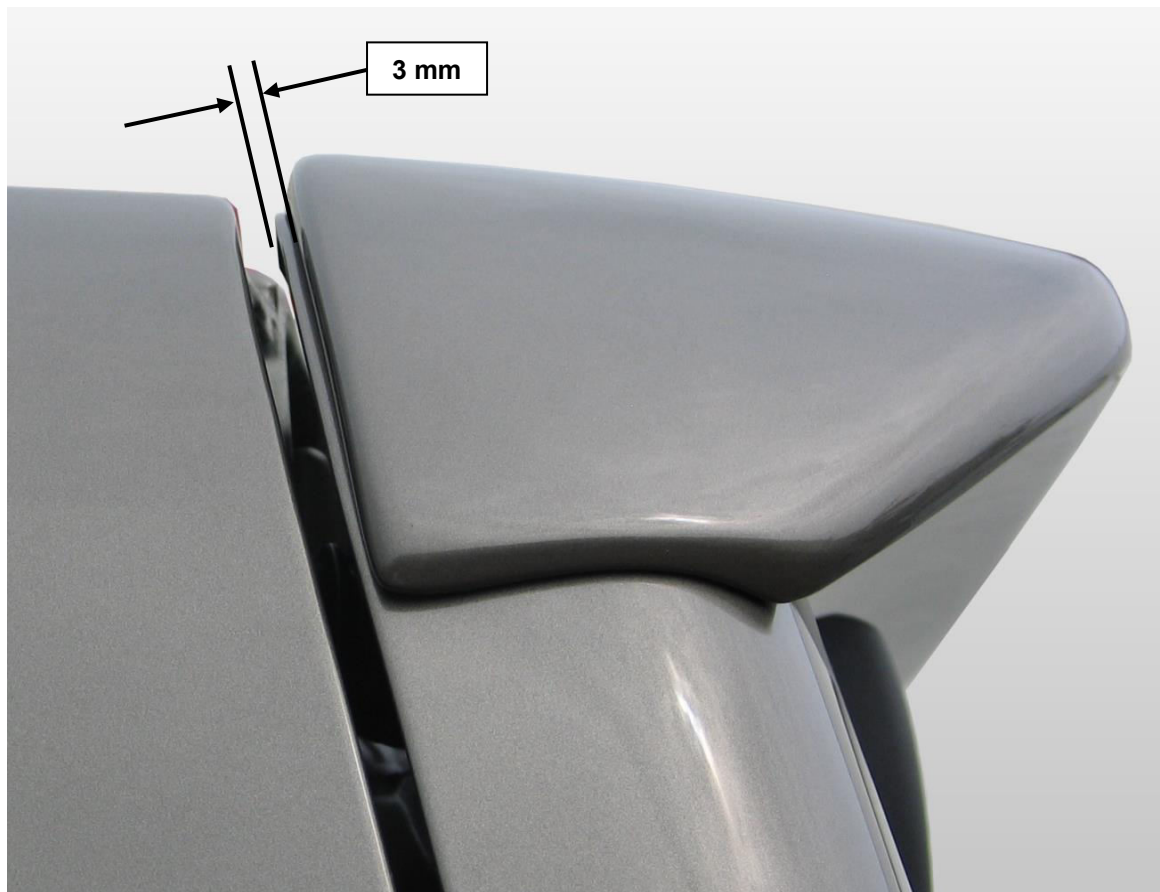

fig. 1
5. Spoiler auf die Heckklappe legen. **Achtung:** der Spoiler darf das Fahrzeugdach nicht berühren wenn die Heckklappe geöffnet wird. Daher 2 mm Abstand halten zwischen dem Rand des Spoilers und dem Rand von der Heckklappe, wie gezeigt in **Fig. 1**.
5. Plaats de spoiler op de achterklep. **Let op:** de spoiler mag het dak niet raken bij geopende achterklep. Houd daarom 2 mm afstand tussen de rand van de spoiler en de rand van de achterklep zoals in **fig. 1**.
5. Mettre le becquet sur le véhicule. **Attention :** le becquet ne peut pas toucher le toit du véhicule lorsque le hayon est ouvert. Donc garder une distance de 2 mm entre le bord du becquet et le bord de la hayon arrière, comme illustré à la **fig. 1**.